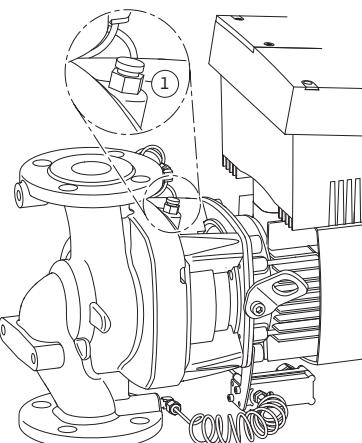

Fig.49: Ilmanpoistoventtiili
6. Poista pumpun paine avaamalla ilmanpoistoventtiili (Fig. 49, kohta 1).